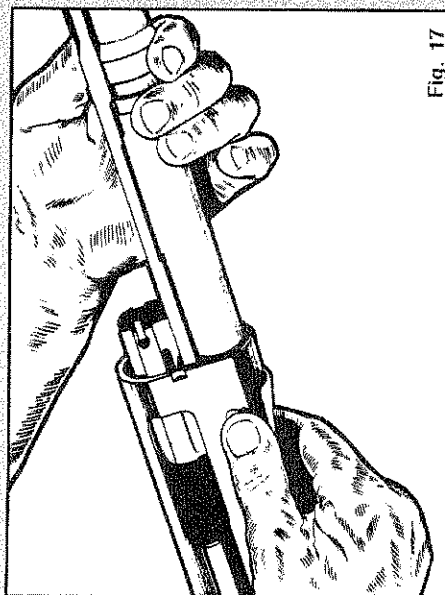

Fig. 17
a) introdurre il gruppo pistone - asta - otturatore premendo il bottone posto sulla parte destra della carcassa (fig. 17);
a) enfilez le groupe piston - axe d'armement - culasse en appuyant sur le bouton placé en bas à droite de la carcasse (fig. 17).
- a) Introducir el grupo pistón - biela - cerrojo pulsando el botón situado en la parte derecha de la carcasa (fig. 17).